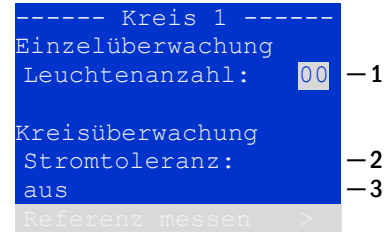

Abb. 23: Stromkreisüberwachung einstellen
Im Bildschirm mit den Überwachungseinstellungen (Abb. 23) wird in der obersten Zeile die Nummer des betreffenden Stromkreises (Abb. 23, Ziffer 1) angezeigt. Mit den Tasten △ und ▽ erreichen Sie folgende Einstellungen:
- 2 – Toleranzvorgabe für die Stromüberwachung. Mögliche Einstellungen: aus (keine Stromüberwachung), 5%, 10%, 20% (empfohlen), 50% (Abb. 23, Ziffer 2).
- 3 – Messung des Referenzstromes für die Stromüberwachung (Abb. 23, Ziffer 3). Die Messung wird mit ▷ oder Enter ○ gestartet und der gemessene aktuelle Stromwert als Referenz (Sollwert) für die Stromüberwachung gespeichert.